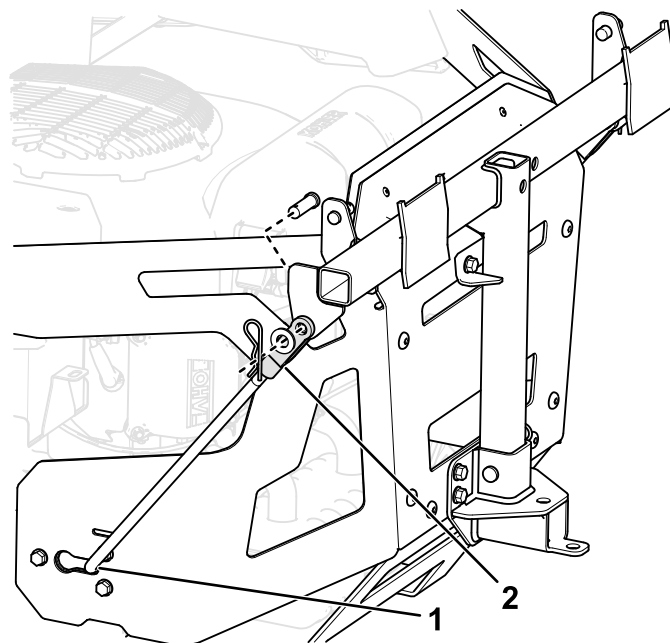

Figura 16
telaio della macchina e spostate l'asta indietro per inserirla in posizione nel telaio (Figura 16).
7. Fissate le estremità delle aste nel telaio del sistema di raccolta come illustrato nella Figura 16 e fissate l'estremità di ciascuna asta con un perno con testa e una coppiglia.